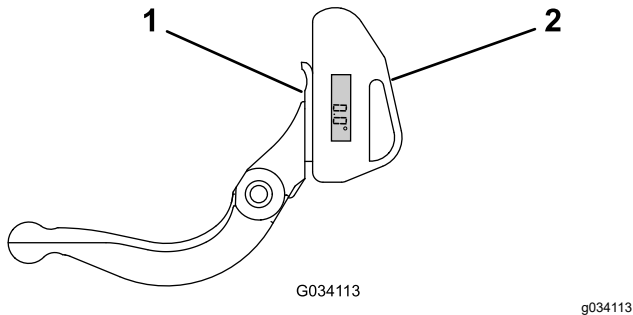

Bild 24
1. Positionieren Sie den Neigungsmesser an der Unterseite des Untermessers, wie in Bild 24 abgebildet.